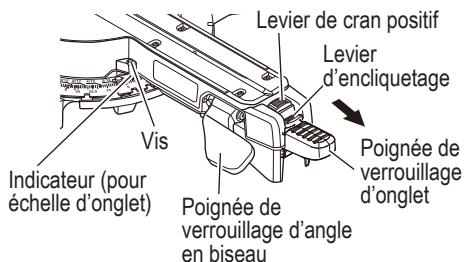

Fig. 27
L'échelle de la scie à coupe d'onglet radiale peut être facilement lue, indiquant les angles d'onglet de 0° à 45° vers la gauche et la droite. La table de la scie à onglet comporte neuf des réglages d'angle les plus courants avec des crans positifs à 0°, 15°, 22,5°, 31,6° et 45°. Ces crans positifs positionnent la lame à l'angle désirée rapidement et précisément. Suivre la procédure ci-dessous pour les réglages les plus rapides et les plus précis. (Fig. 27)
- (1) Pousser vers le haut la poignée de verrouillage d'onglet pour déverrouiller la plaque tournante.
- (2) Pousser vers le bas le levier de cran positif jusqu'à ce que le levier d'encliquetage s'y accroche pour libérer le « cran positif ».
- (3) Faire pivoter la plaque tournante et régler l'indicateur pour qu'il s'aligne sur l'angle souhaité de l'échelle d'onglet. À ce moment, en utilisant la fonction de cran positif, tirer sur le levier d'encliquetage dans la direction de la flèche à proximité de l'angle souhaité comme illustré sur la Fig. 27, relâcher le levier d'encliquetage puis déplacer la plaque tournante pour la fixer à l'angle souhaité via la fonction de cran positif. (0°, 15°, 22,5°, 31,6° et 45°)
- (4) Pousser vers le bas la poignée de verrouillage d'onglet pour verrouiller la plaque tournante en position.
Levier d'encliquetage (Fig. 27)